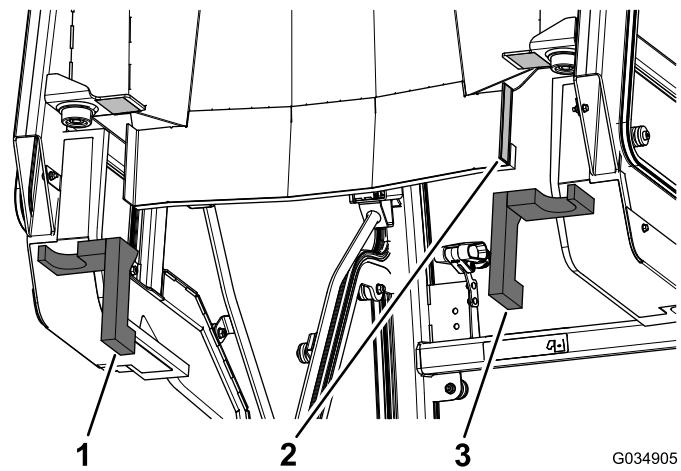

图14
1. 拆下驾驶室装置后面双面胶带上的纸基 (图14)。
2. 将左后和右后泡沫密封条分别粘贴到驾驶室装置上 (图14)。